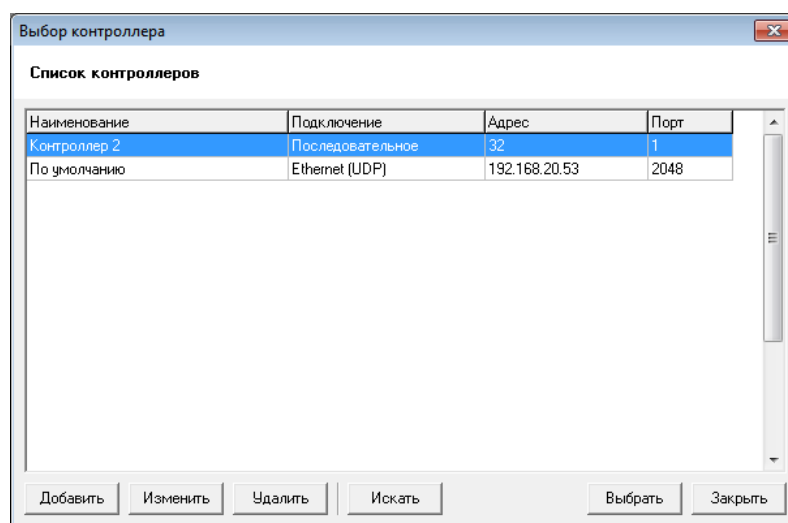

Рисунок 458 – Диалог "Выбор контроллера"
- 6.1) Нажмите на кнопку "Искать". В диалоге "Поиск контроллеров" отобразится список контроллеров, найденных в сети. Выберите контроллер и нажмите на кнопку "Добавить выбранное". Выбранный контроллер появится в списке диалога "Выбор контроллера" (см. Рисунок 458).
- 11) В окне "Выбор контроллера" (см. Рисунок 458) выберите запись с исходным адресом и нажмите кнопку "Выбрать". На экране появится окно выбора типа загрузки данных (см. Рисунок 3653).